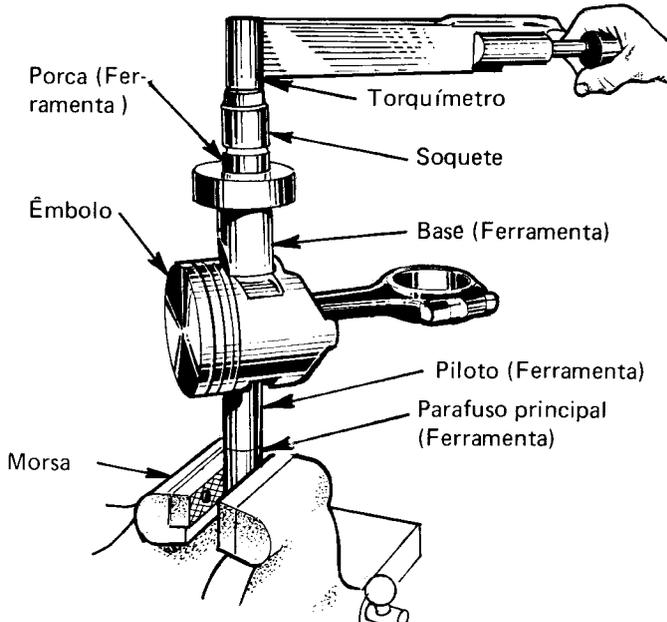

Fig.54 – Verificando a fixação do pino do êmbolo na biela
- 11) Prender o conjunto numa morsa (Fig.54).